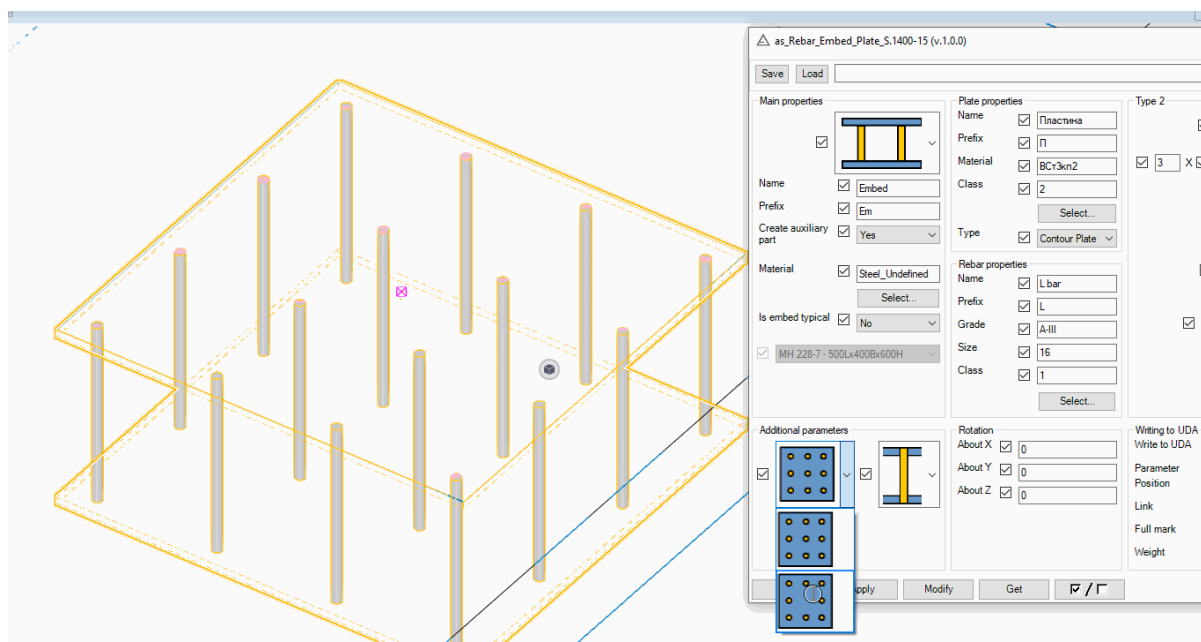

Рис. 13. Изменения типа расположения анкеров и типа сварки арматурных стержней и пластин
1. Два типа расположения анкеров - “сплошное” расположение или “по периметру” (см. рис. 13)
2. Два типа расположения арматурных стержней - стержни приваренные к грани пластины или вваренные в неё (см. рис. 13)